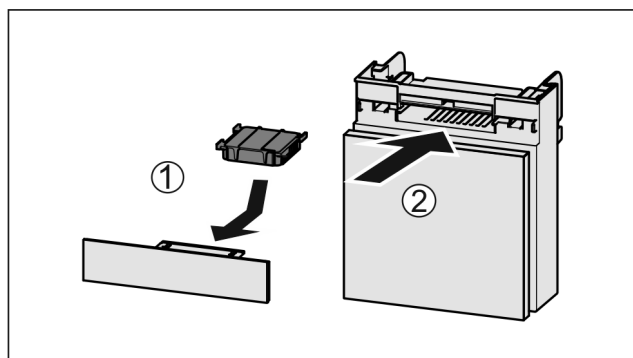

Fig. 87
- ▶ Inserire il vano Fig. 87 (2).